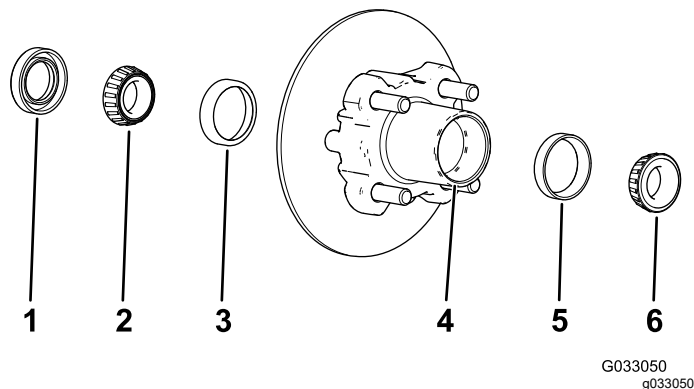

Figura 32
1. Retire el cojinete exterior y el anillo de rodadura del cubo (Figura 32).
2. Retire la junta y el cojinete interior del cubo (Figura 32).
5. Limpie el hueco del cubo para eliminar cualquier resto de grasa, suciedad y residuos (Figura 32).
7. Llene el hueco del cubo hasta un 50 – 80% de su capacidad con grasa del tipo especificado (Figura 32).
8. Monte el cojinete interior sobre el anillo en el lado interior del cubo e instale la junta (Figura 32).